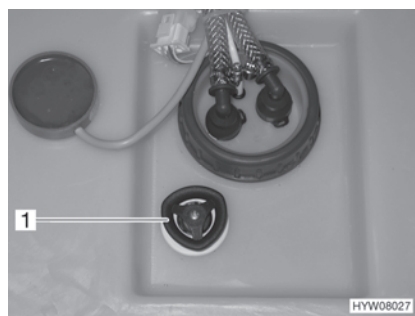

Fig. 192 Depósito de agua con tirador giratorio
- Girar el tirador giratorio (Fig. 192,1) sobre el depósito de agua en sentido de las agujas del reloj, hasta el tope.
- Girar el tirador giratorio (Fig. 192,1) sobre el depósito de agua en sentido contrario a las agujas del reloj, hasta sentir resistencia. El agua se saldrá hasta aprox. 20 litros.